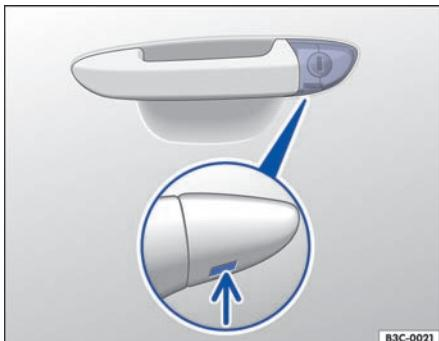

图 252 驾驶员侧车门上的车门拉手：隐藏式锁芯
- 从下面经过驾驶员侧车门拉手将钥匙头插入盖罩的开口内 ⇒ 图 252（箭头）。